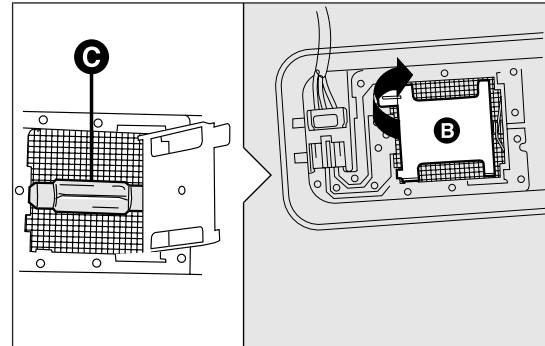

Abb. 121
- Die Abdeckung B Abb. 121 wie gezeigt öffnen;
- Die Lampe C Abb. 121 aus den seitlichen Kontakten herausziehen und die neue Lampe einsetzen. Bitte prüfen Sie, dass die neue Lampe richtig zwischen den Kontakten sitzt;